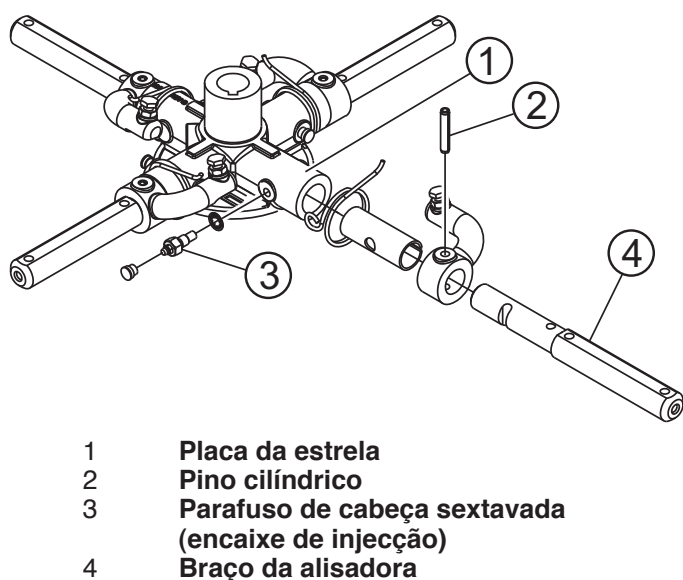

Figura 43. Remoção do pino cilíndrico e encaixe de injeção de lubrificante
1. Cada braço da alisadora encontra-se fixo na placa da estrela através de um parafuso de cabeça sextavada (encaixe de injeção de lubrificante) e um pino cilíndrico. Retire o parafuso de cabeça sextavada e o pino cilíndrico (Figura 43) da placa da estrela.